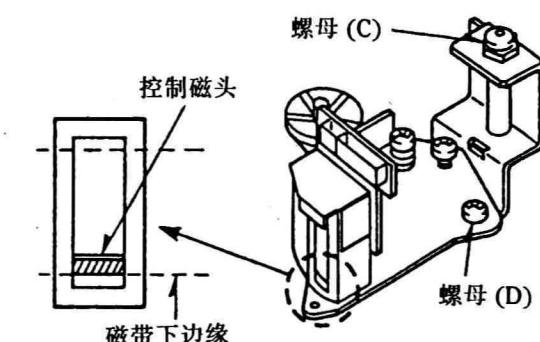
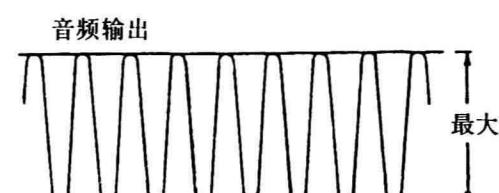

图60
图61
②如果不是，则轻轻转动音／控磁头(如图60所示)背后的螺母(C)，降低或升高音／控磁头，使磁带沿着控制磁头下边缘运行[顺时针转动螺母(C)降低磁头，逆时针转动螺母(C)升高磁头]。
②重放校正用磁带的第2部分(6 kHz音频信号部分)；
③调整螺丝(D)，如图60所示，使输出电平为最大，如图61所示。